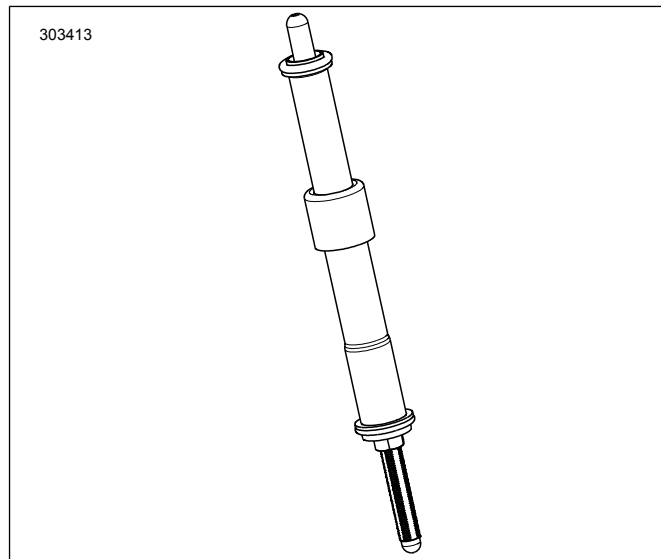

Abbildung 2. Stößelstange im in die Stößelstangenführung eingeführten Zustand
7. Abbildung 2 Die Einlassventilstößelstangen in die Stößelstangenführungen einführen.